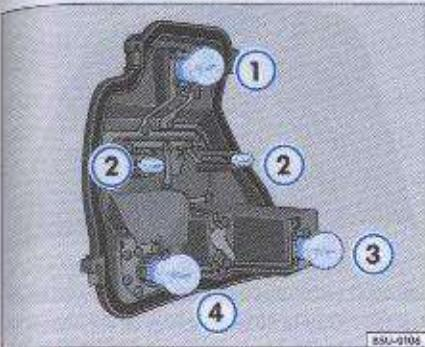

Fig. 148: Lámparas de la linterna trasera
- Para sustituir las lámparas quemadas → página 215, fig. 148 ①, ③ y ④, presiónelas contra el soporte y gírelas, al mismo tiempo, en el sentido antihorario. Para remover las lámparas quemadas → página 215, fig. 148 ②, basta tirarlas hacia afuera del soporte.